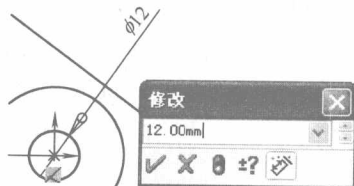
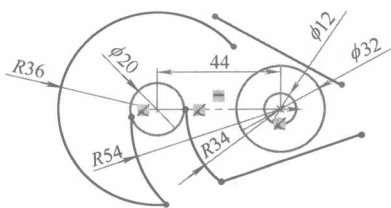

图 1-8
图 1-9
(5) 添加尺寸关系。单击草图工具栏上的  图标，然后为图形标注尺寸。在弹出的“修改”对话框中，可以改变图形的尺寸，如图 1-8 所示。这也是参数化软件的主要功能之一。同理标注出其他尺寸，如图 1-9 所示。